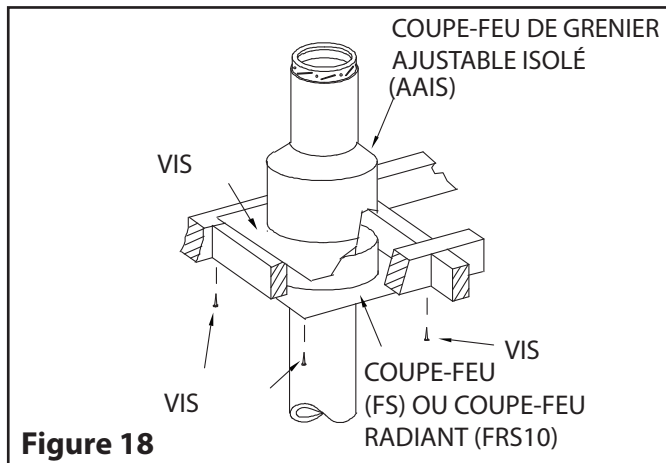

Figure 18
Step 5.1.D: Au niveau du grenier, installer un coupe-feu (FS ou FRS10) par le dessous, ainsi qu'un coupe feu de grenier (AAIS) et un collet par le dessus. Fixer à la charpente à l'aide de vis à bois de 1 po. (Voir Figure 18).